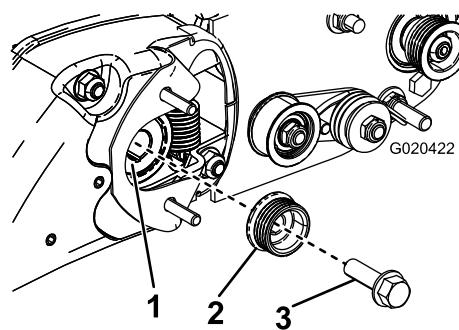

図 10
1. グルーマプーリを駆動シャフトに固定しているボルトを外して捨てる図 10。
3. フランジヘッドボルト 3/8 x 2 インチを使って駆動プーリをシャフトに固定する図 10。ボルトを  $4754\text{N}\cdot\text{m}$  3.74.6kg.m = 3540ft-lb にトルク締めする。